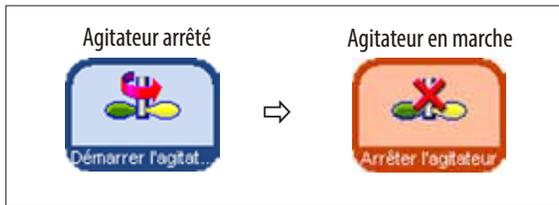

Fig. 131
- L'agitateur peut être activé et de nouveau arrêté. L'agitateur fonctionne lorsque le bouton est coloré en orange (fig. 131).